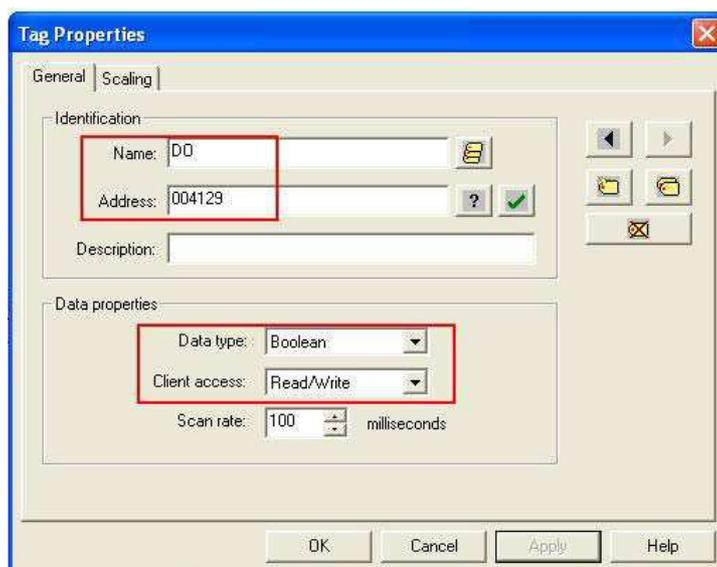

Рис.12
2.10 Определите тег DO (Рис.12) и нажмите **Apply**.